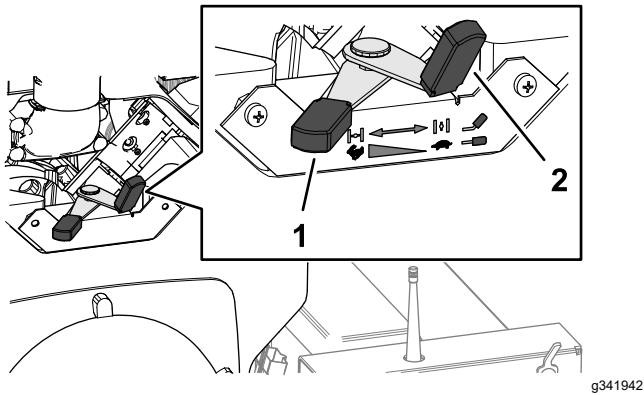

Figura 15
2. Si el motor está frío, mueva la palanca del estárter (Figura 15) a la posición de ACTIVADO.
3. Mueva la palanca del acelerador (Figura 15) a un punto intermedio entre las posiciones de Lento y Rápido.